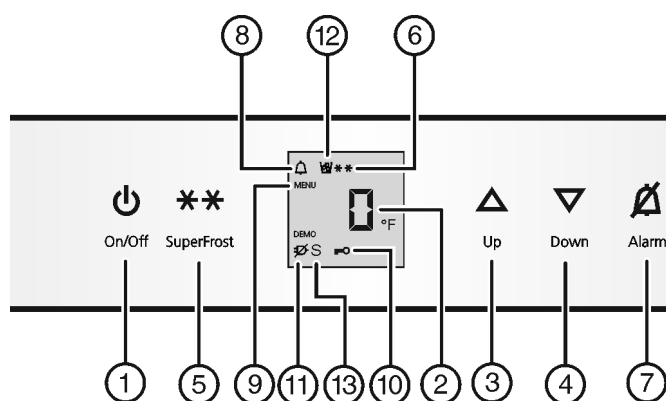

Fig. 2
- ▶ Appuyer sur la touche On/Off Fig. 2 (1).
- ▶ Activer le mode de réglage : appuyer sur la touche SuperFrost Fig. 2 (5) pendant env. 5 s.
- ▷ Le symbole Menu Fig. 2 (9) luit.
- ▶ Régler le nombre de ° avec la touche de réglage Up Fig. 2 (3) Down Fig. 2 (4).
- ▶ Confirmer : enfoncer brièvement la touche SuperFrost Fig. 2 (5).
- ▶ Sélectionner l'affichage en °F ou °C avec la touche de réglage Up Fig. 2 (3) ou Down Fig. 2 (4).
- ▶ Quitter le mode de réglage: Appuyer sur la touche On/Off Fig. 2 (1).
- ▶ Activer le mode de réglage : appuyer env. 5 sec. sur la touche SuperFrost Fig. 2 (5).
- ▷ Le symbole Menu Fig. 2 (9) est allumé.
- ▶ A l'aide de la touche de réglage Up Fig. 2 (3) ou Down Fig. 2 (4), sélectionner °.
- ▶ Confirmer : appuyer brièvement sur la touche SuperFrost Fig. 2 (5).
- ▶ Appuyer brièvement sur la touche SuperFrost Fig. 2 (5) pour activer la sécurité enfants.
- ▷ Le symbole Sécurité enfants Fig. 2 (10) est allumé. L'affichage ° clignote.
- ▶ appuyer brièvement sur la touche SuperFrost Fig. 2 (5) pour désactiver la sécurité enfants.
- ▷ Le symbole Sécurité enfants Fig. 2 (10) s'éteint. L'affichage ° clignote.
- ▶ Désactiver le mode de réglage : appuyer sur la touche On/Off Fig. 2 (1).
L'affichage de la température clignote en même temps que le symbole Alarme Fig. 2 (8).
L'avertisseur sonore s'éteint automatiquement et le symbole Alarme Fig. 2 (8) et l'affichage de température arrêtent de clignoter lorsque la température est de nouveau suffisamment froide.
- ▶ Activer le mode de réglage : appuyer env. 5 secondes sur la touche SuperFrost Fig. 2 (5).